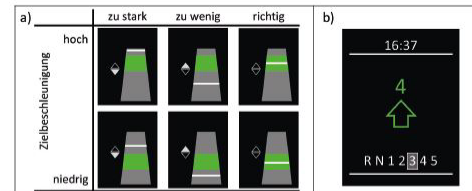

Abbildung 12: Feedbacksystem: a) Beschleunigung und b) Schaltung
- Die **Beschleunigungsanzeige** gibt kontinuierliches Feedback über die Abweichung von der optimalen Beschleunigungsspanne (grün) und der aktuellen Beschleunigung (graue Linie). Zusätzlich werden an der rechten Seite des Displays zwei Pfeile dargestellt, welche eine graue Kontur haben. Sie geben Hinweise, ob die Beschleunigung verringert, erhöht oder konstant gelassen werden soll. Soll die Beschleunigung erhöht werden, so wird der obere Pfeil vollständig grau und bei einer Verringerung entsprechend der untere Pfeil. Bei einer optimalen Beschleunigung sind nur die grauen Konturen sichtbar und die Pfeile schwarz. Die Beschleunigung ist optimal, wenn der grüne Bereich und die graue Linie auf einer Höhe sind (Staubach et al. 2012). Befindet sich die graue Linie über dem grünen Bereich, wird zu stark beschleunigt und umgekehrt zu wenig (Staubach et al. 2012). Staubach et al. (2012) unterscheiden zwei Dimensionen der Beschleunigung: *Art* und *Ziel*. Das *Ziel* wird in zu niedrige und zu hohe Beschleunigung unterschieden. Die *Art* wird in zu starke, zu niedrige und optimale Beschleunigung untergliedert. Die Beschleunigungsempfehlung ist in Abbildung 12 a) dargestellt.
- Die **Gangempfehlung** informiert den Fahrer über den optimalen Schaltzeitpunkt sowie den empfohlenen Gang mit einem grünen Pfeil und einer grünen Zahl (Staubach et al. 2012). In Abbildung 12 b) ist die Gangempfehlung repräsentiert.